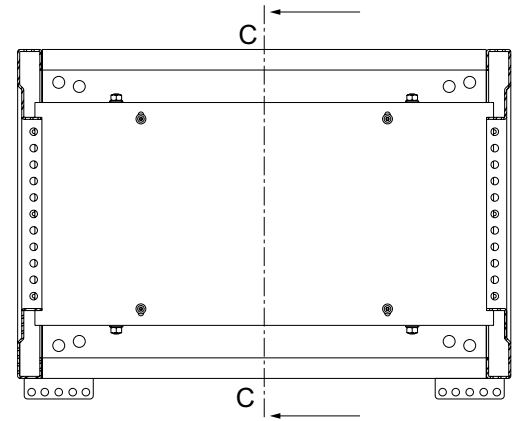

Bild 6
- 1 Die Haltewinkel mit Gewindebolzen M 8x15, Kontaktscheibe 8 und Sechskantmutter M 8 an dem hochstehenden Innenschkel der vorderen und hinteren Querholme verschrauben, siehe Bild 6. Die obere Fläche des Haltewinkels und die Oberkante des Querholmschenkels müssen in einer Ebene liegen.